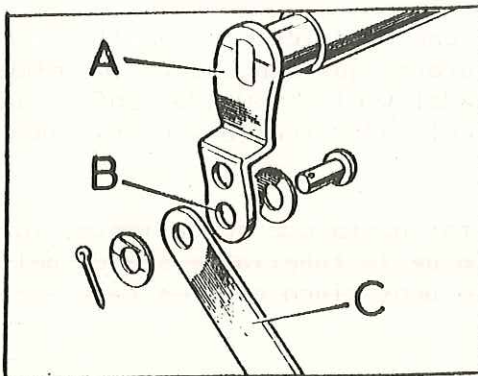

Fig. L2-11 Posición de la palanca intermedia del acelerador
- 3.25. Empalmar la palanca intermedia, C (Fig. L2-11) del acelerador, haciendo coincidir el agujero de aquella con el más alejado, B, de la palanca acodada, A, de la bomba de aceleración, utilizando un pasador, dos arandelas planas y una clavija.